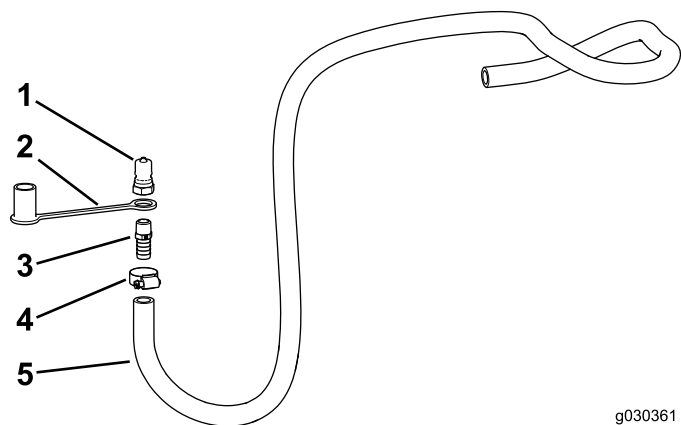

Figura 33
- Enrosque a união reta (3/8 npt x 0,625 estriada) no acoplador macho (Figura 33).
- Deslize o bujão de resguardo por cima da extremidade estriada do conjunto (Figura 33).